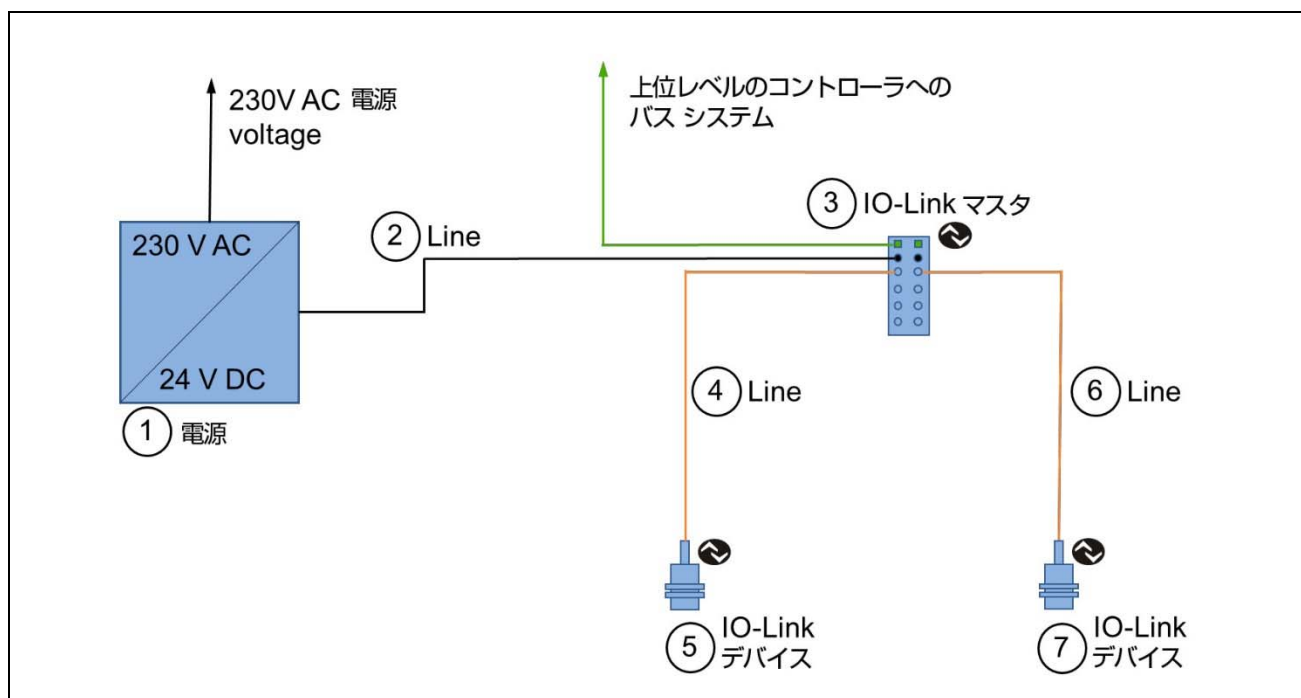

図14: 電圧降下計算用セットアップ
電源については、デバイスに十分な電源電圧が供給されていることを確認する必要があります。電源ケーブルごとに電圧降下が発生すると、電源ユニットからIO-Linkデバイスまでのケーブル経路全体を考慮する必要があります。図14と図15で説明します。以下の例では、IO-LinkマスタからIO-Linkデバイスをつなぐ電源供給線で電圧降下が生じます。ポートクラスBのIO-Linkマスタの場合、電圧降下は2つの電源電圧 (U_S と U_A) において個別に計算する必要があります。
図14は、電源供給ケーブルにおける電圧降下計算を行うためのシステム例となります。電源ユニット①は24 Vの電圧を供給します。電力はケーブル②にを通過して③のIO-Linkマスタに供給され、そこからIO-Linkデバイス⑤と⑦に供給されます。最初の電源供給からケーブル②、④、⑥にそって電圧降下が起きるとします。ケーブルとデバイスの特性は表12に記載しています。